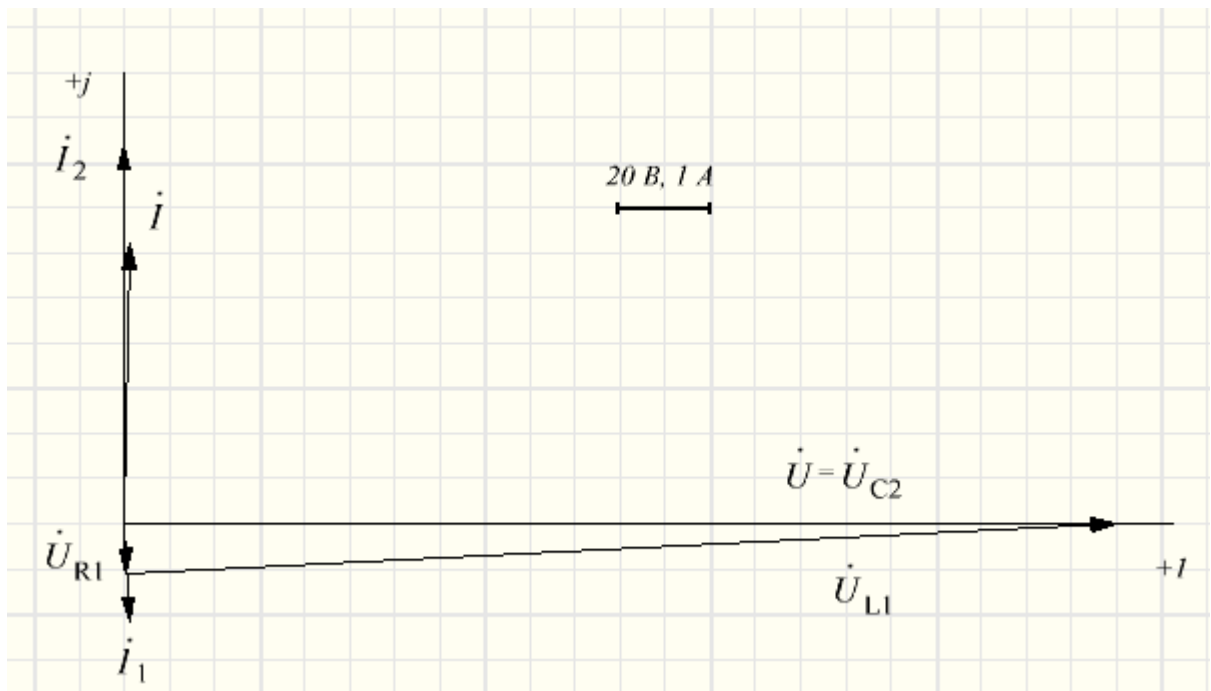

Рисунок 9 – Векторная диаграмма токов и напряжений
7. Построим на комплексной плоскости векторную диаграмму токов и топографическую диаграмму напряжений (см. рис. 9).